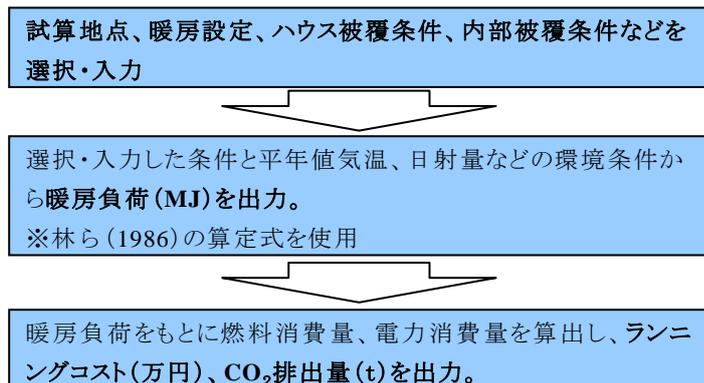

図1 試算ツールの入出力フロー
- 2) 暖房負荷は林ら(1986)の暖房負荷算定法に基づいて算出する。試算地点(県内 14 ヶ所の気象観測所所在地から選択)、保温設備、暖房設定などを入力することで、暖房負荷、ランニングコストおよび CO₂ 排出量の気象データの平年値に基づいた概算値を出力する(図 1、2)。